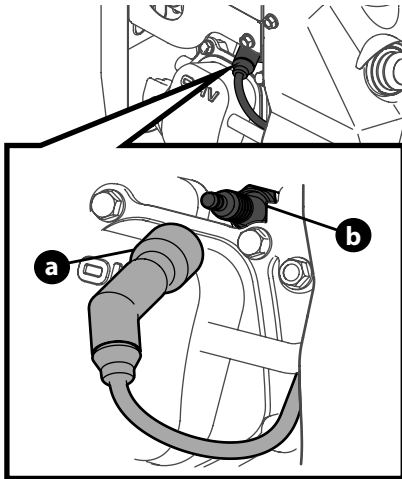

Figura 9
1. Desconecte con cuidado el cable de la bujía (a) y manténgalo alejado de la misma (b). Consulte la Figura 9 para determinar dónde está la bujía.
- Quite la funda de la bujía (Figura 9).